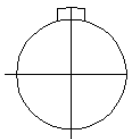

Рисунок 4.7. Результат работы команд Обрезать и Удалить.
6. Выбрать команду Обрезать, а затем удалить «мусор» и получить рис. 4.7